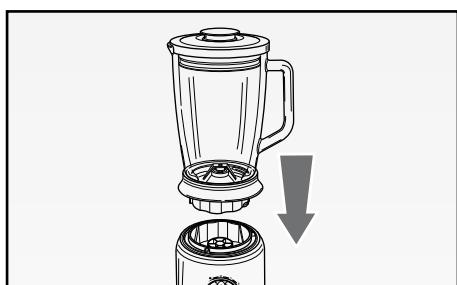

Fig. 4
- Posizionare la tazza (D) sopra il corpo motore (F) in modo corretto (Fig. 4).
- Mettere in funzione l'apparecchio ruotando la manopola di funzionamento (G) in senso orario fino alla velocità desiderata per azionare le lame.